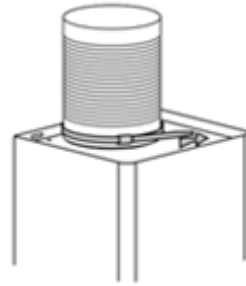

Fig. 04
3.5.3 Ajuste a altura do duto interior para a posição de fixação do suporte do duto interno e fixe-o com um parafuso, depois de ajustar a posição, fixe o corpo com dois parafusos. **Fig. 04.**